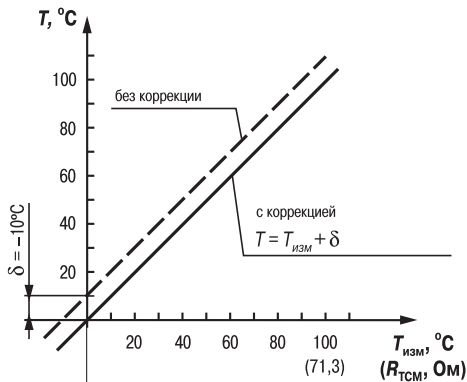

Рис. 2
3.1.4.3.2. Для компенсации погрешностей $\Delta R = R_0 - R_{0.ТСМ}$, вносимых сопротивлением подводящих проводов $R_{ТСМ}$, к каждому измеренному значению параметра $T_{изм}$ прибавляется заданное пользователем значение δ . На **рис. 2** приведен пример сдвига характеристики для датчика TCM(Cu50).